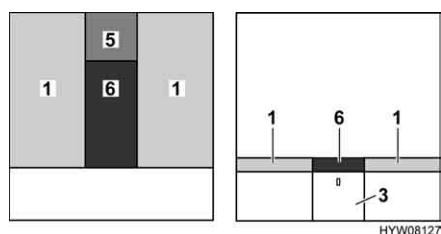

Fig. 69 Dopo la trasformazione
- Posizionare il cuscino aggiuntivo (Fig. 69,5) sul comodino da notte.
- Posizionare il cuscino aggiuntivo (Fig. 69,6) tra i materassi (Fig. 69,1).